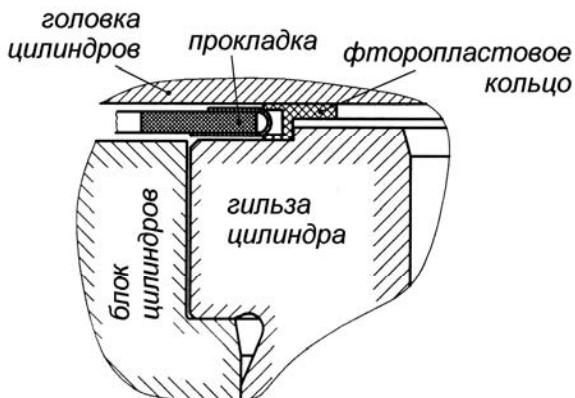

Рис. 8. Схема расположения деталей в месте уплотнения газового стыка
2. Головки цилиндров двигателей ЯМЗ-238БЕ, ЯМЗ-238ДЕ, Д блочные на четыре цилиндра каждая. Конструктивно выполнены в основном аналогично предыдущей блочной головке, но в зоне уплотнения гильз цилиндров нет кольцевых проточек. Стык головки цилиндров, блока и гильзы (рис. 8) уплотняется прокладкой из материала типа «Сэндвич» с окантовками цилиндровых отверстий и отверстий для прохода охлаждающей жидкости. В окантовки цилиндровых отверстий вставлены разрезные уплотнительные фторопластовые кольца. Крепление к блоку осуществляется 21-ой шпилькой с шайбами и гайками.